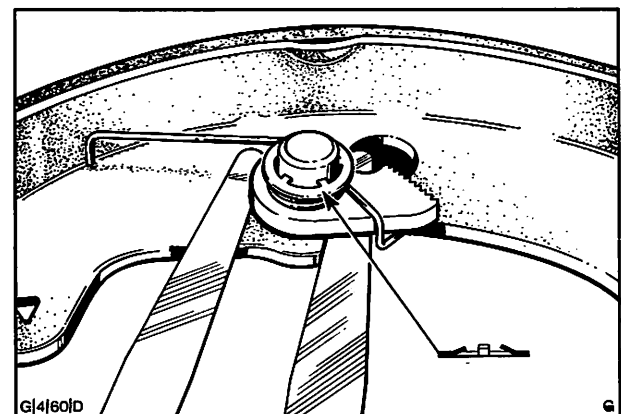

Abb. 42 Spalt zwischen Bremsbacke und Nachstellraste prüfen
- a) Nachstellraste und Rückdrehfeder auf den Drehzapfen im Bremsbackensteg setzen. Zwei Fühlerlehren von je 0,2 mm Dicke zwischen Backensteg und Nachstellraste schieben und **neue** Zahnsicherung aufdrücken (Lage der Zähne, Abb. 42, beachten!).